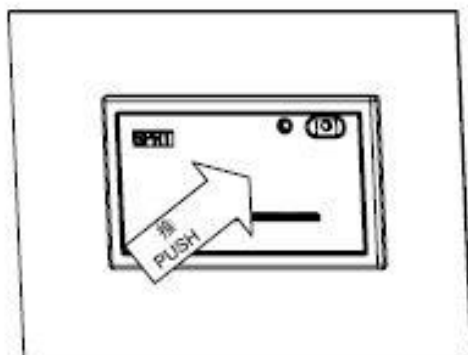

图 2-2
(1) 如图 2-2 所示：向内推动面板中央区域，松开后打印机内壳自动弹出。